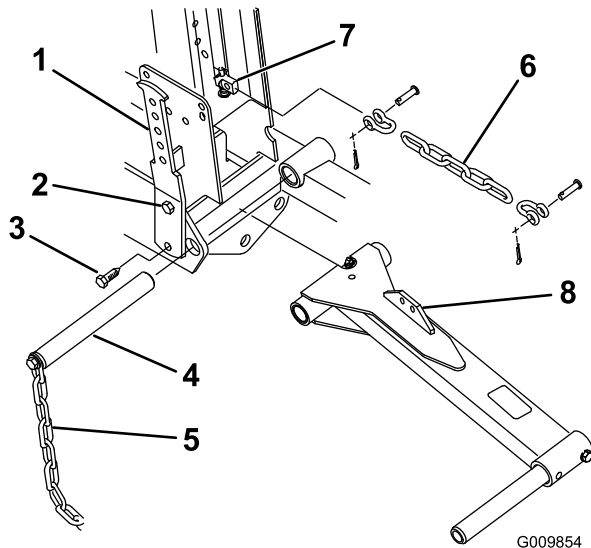

Figure 6
3. Serrez le boulon supérieur qui fixe le bras d'équilibrage gauche au bâti (Figure 6).
4. Retirez le boulon inférieur et l'écrou qui fixent le bras d'équilibrage gauche au bâti (Figure 6).
5. Tournez le bras d'équilibrage vers l'extérieur pour permettre le retrait de l'axe de pivot du bras de relevage et de la chaîne de basculement (Figure 6).
6. Placez le bras de relevage entre les longerons du bâti, alignez les trous de fixation et insérez l'axe de pivot (Figure 6). Insérez l'axe de pivot de sorte que le bras